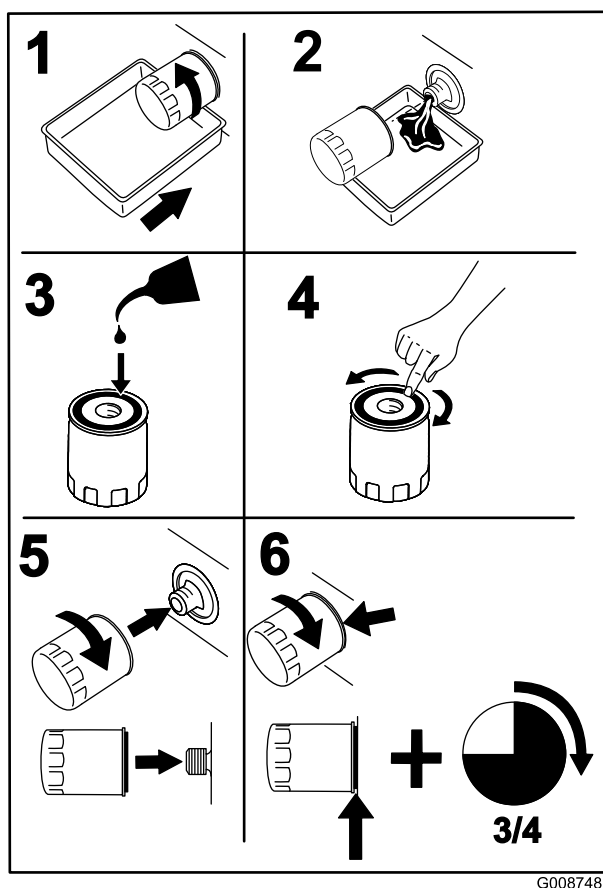

Figure 35
2. Remplacez le filtre à huile moteur (Figure 35).